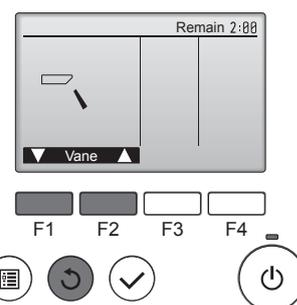

Fig. 7-7
- ① Compruebe la paleta automática con los botones **F1** **F2**. (Fig. 7-7)
- ② Pulse el botón para volver a "Test run" (Modo prueba).
- ③ Pulse el botón .